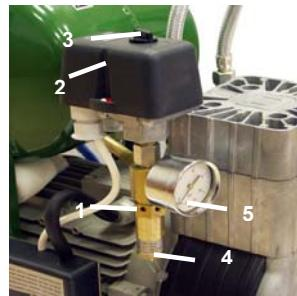

Bild.10
(Bild.10)
Falls der Kompressor längere Zeit nicht genutzt wird, ist es empfehlenswert, das Kondensat aus dem Druckbehälter abzulassen und den Kompressor dann für 10 Minuten mit geöffnetem Kondensatablassventil (1) (Bild.11, Bild.12) in Betrieb nehmen. Danach den Kompressor mittels des Schalters (3) auf dem Druckschalter (2) (Bild.10) ausschalten, das Ventil für den Kondensatablass schließen und das Gerät vom Stromnetz trennen.